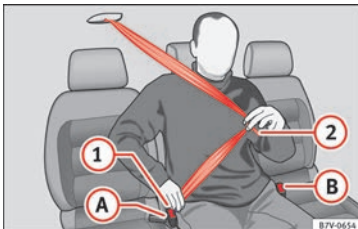

Abb. 11 Sicherheitsgurt am mittleren Sitz in der zweiten Sitzreihe anlegen.
- Gurtband an der Schlosszunge » Abb. 11  nach unten ziehen. Dabei das Gurtband nicht verdrehen » .
- Gurtband an der Schlosszunge » Abb. 11  über den Beckenbereich des Insassen ziehen.
- Rote Taste im Gurtschloss » Abb. 11  drücken. Die Schlosszunge springt heraus.
- Rote Taste im Gurtschloss »» **Abb. 11** **B** drücken. Die Schlosszunge springt heraus.